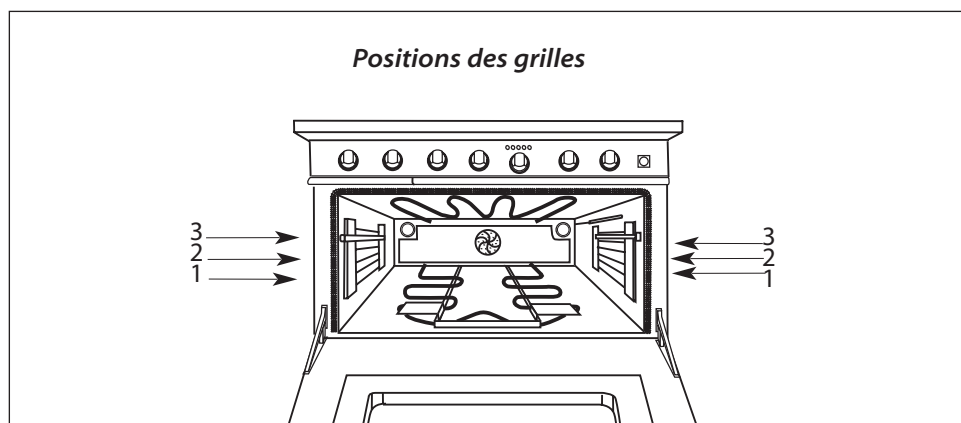

FIG. 1
2) Placez les grilles du four dans la bonne position avant d'allumer le four. Consultez votre recette pour connaître la bonne position de la grille. La position la plus fréquente est la position numéro 2. Les positions des grilles sont numérotées de bas en haut comme les étages d'un bâtiment. (Fig. 1)